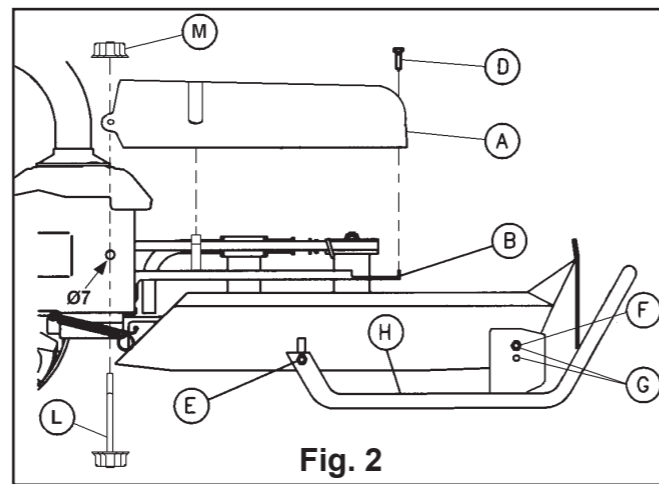

Fig. 2
**D)** FIG.2 – Provjerite postoje li rupe Ø7 na bočnom okviru uređaja te poštuju list s uputama 321465025. Namjestiti gornji (A) i donji poklopac (B) s dva bočna nastavka. Uskladite rupe na strani gornjega poklopca (A) s onima na okviru, tako da je moguće umetnuti vijak dug 170 mm (D) i privijte gumb s dva kraka (M). Privijte samourezni vijak (D) u otvor na kraju obaju kućišta, pri čemu je potrebno uporabiti Phillipsov odvijač.
**NAMJEŠTANJE VISINE KOŠNJE:** Odvijte zadnje vijke (E), odstranite odgovarajuće vijke (F) i umetnite ih u jedan od otvora za podešavanje (G) s obzirom na željenu visinu košnje. Pritisnite na donju cijev (H) te je poravnajte vodoravno s obzirom na tlo, zatim privijte vijke.
- Redovito provjeravajte istrošenost noža i kočnice te više puta podmažite oslonac (8) i cijev (9) kočnog sustava.
**D)** FIG.2 – Controllare l'esistenza dei fori Ø7 sui fianchi del telaio macchina, eventualmente eseguirli seguendo le istruzioni del foglio 321465025. Assemblare il coperchio superiore (A) e il coperchio inferiore (B) con i due ganci laterali. Far combaciare i due fori laterali del carter superiore (A) con quelli del telaio in modo da infilare la vite lunga 170mm (L) ed avvitare la manopola a due punte (M). Avvitare la vite autofilettante (D) nel foro posizionato all'estremità dei due carter utilizzando un cacciavite con punta a croce.
**D)** Abb. 2 - Die Bohrungen Ø7 auf beiden Seiten des Getriebegehäuses der Grundmaschine prüfen. Sollten diese nicht vorliegen, die Bohrungen laut Anleitungen mit Ref.Nr. 321465025 durchführen. Die Abdeckhaube (A) auf das Schutzunterteil (B) aufsetzen, so dass die seitlichen Rasthaken des Schutzunterteiles in den Aussparungen der Abdeckhaube einrasten. Die seitlichen Bohrungen der Abdeckhaube (A) müssen unbedingt mit den Bohrungen der Grundmaschine übereinstimmen. Die 170 mm lange Schraube (L) durch die Bohrungen schieben und den Handgriff (M) aufsetzen und festschrauben. Die selbstschneidende Schraube (D) in die vorgesehene Bohrung an der Vorderseite der Abdeckhaube und des Schutzunterteiles mit Hilfe eines Kreuzschlitzschraubendrehers einschrauben.
**D)** FIG.2 - Check the existence of Ø7 holes on the sides of the machine frame, which may run them by following the instructions sheet 321465025. Assemble the top cover (A) and the lower cover (B) with the two side hooks. Align the two holes on the side of the top cover (A) with those of the frame so as to insert the screw 170 mm long (L) and tighten the knob with two points (M). Screw the self-tapping screw up (D) into the hole located at the end of the two casings using a Phillips screwdriver.
**REGULATION OF CUTTING HEIGHT:** Loosen the hind screws (E), remove those ones rare (F) and connect them in one of the holes of regulation (G) according to the height to which you want to effect the cut. Press on the creeping tube (H) in way to make it horizontal as the ground, so tighten the screws.
- Control periodically the wear and tear of the blade brake and mantein greased the pivot (8) and the tube (9) of the braking system.
**D).** Fig. 2. Vérifier l'existence des trous Ø7 sur les cotés du châssis de la machine, éventuellement il faut les faire suivant les instructions du papier 321465025. Assembler le couvercle supérieur (A) et le couvercle inférieur (B) avec les 2 crochets latérales. Les 2 trous latérales du carter supérieur (A) doivent correspondre aux trous du châssis pour pouvoir introduire la vis longue 170 mm (L) et visser la poignée (M). Visser la vis auto-taradeuse (D) dans les trous qui se trouve à l'extrémité des 2 carter avec un tournevis cruciforme.
**REGLAGE DE LA HAUTEUR DE COUPE:** Desserrez les vis arrière (E), enlever celles avant (F) et les inserer dans un des trous de réglage (G) selon le niveau de hauteur auquel on veut faire le coupe. Appuyer sur le tube (H) de façon qu'il soit horizontal à la surface du sol, puis serrer les vis.
- Contrôler périodiquement l'usure de la garniture des freins de la lame et maintenir graissé le goujon (8) et le tube (9) du dispositif de freinage.